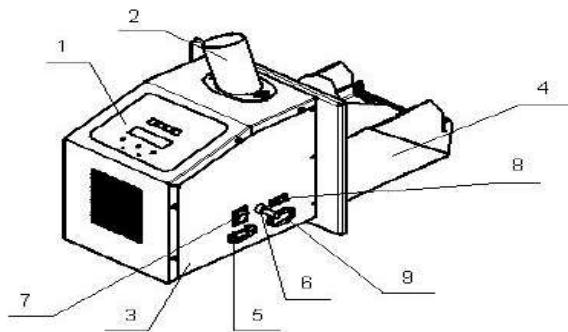
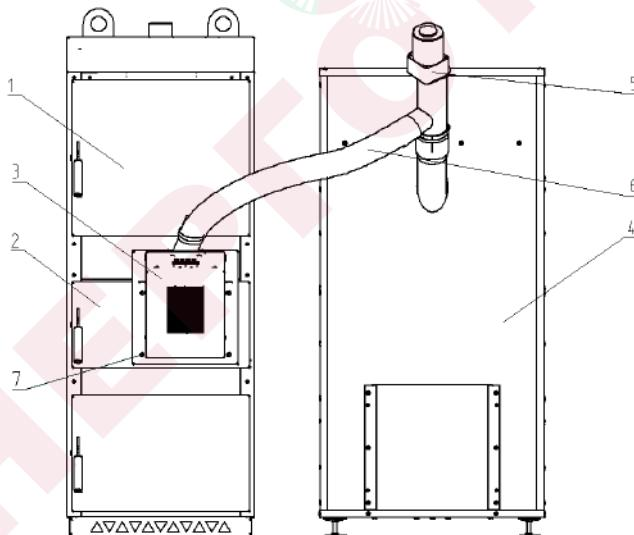

Рис. 31 Пеллетная горелка
Рис. 32 Котлы КС-ТП-20/20, КС-ТП-30/30, КС-ТП-40/40,
7.1.5 К патрубку **2** подачи пеллет (**рис. 31**) подсоединить шланг **6** (**рис. 32**), подающий механизм **5** и бункер **4**.